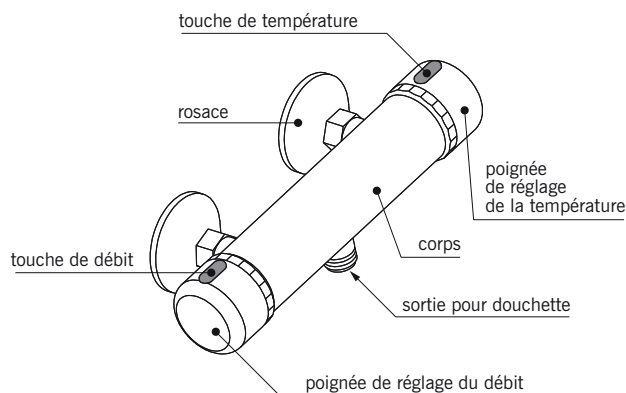

fig. 14.41
■ Le **mitigeur thermostatique** (fig. 14.41) : mitigeur possédant deux poignées, l'une pour régler le débit d'eau et l'autre pour le choix de la température. L'utilisateur sélectionne la température souhaitée, puis l'appareil délivre l'eau à température constante, même si sur le réseau d'autres robinets s'ouvrent ou se ferment. Le réglage automatique de la température s'effectue au moyen d'une **cartouche de cire**. Une touche permet de dépasser la température de sécurité limitée à 40 °C. De même, une seconde touche permet d'obtenir un débit d'eau plus important que le débit maximal prévu.